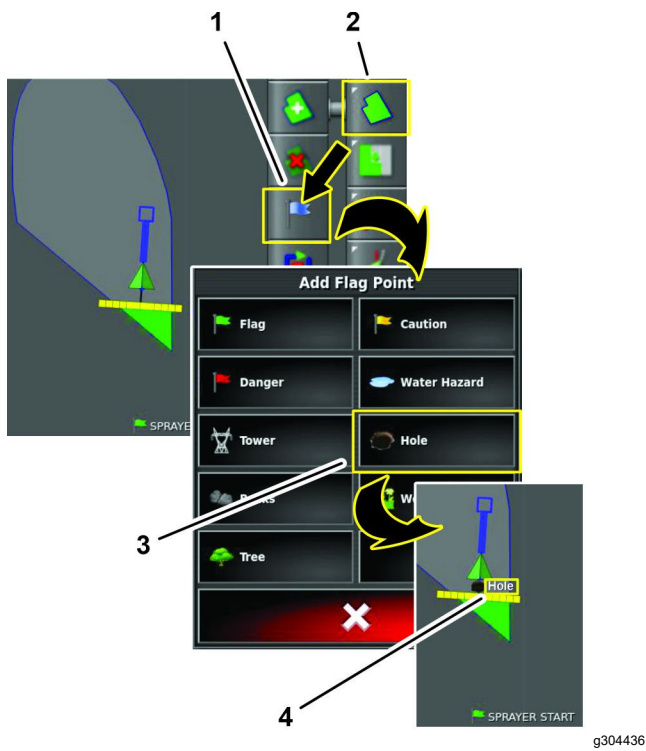

图 79
2. 按场地菜单图标和设定标志旗点图标图79。
3. 在添加标志旗点菜单中选择标志旗点图标 图 79。
标志旗点将显示在车辆后面的控制台中 图 79。